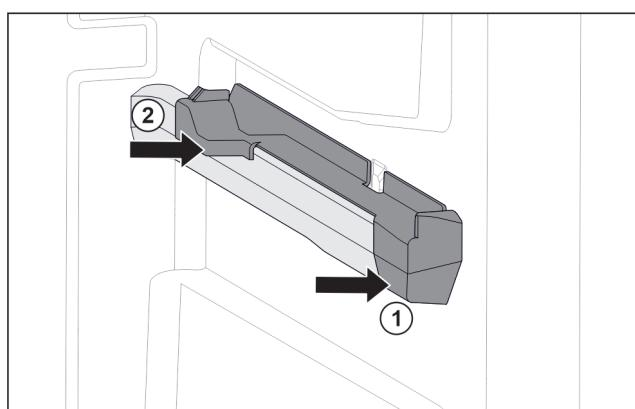

Fig. 32 Вставная часть на правом контейнерном ребре
- Наденьте вставную часть спереди на контейнерное ребро. Fig. 32 (1)
- Нажмите на вставную часть сзади. Fig. 32 (2)